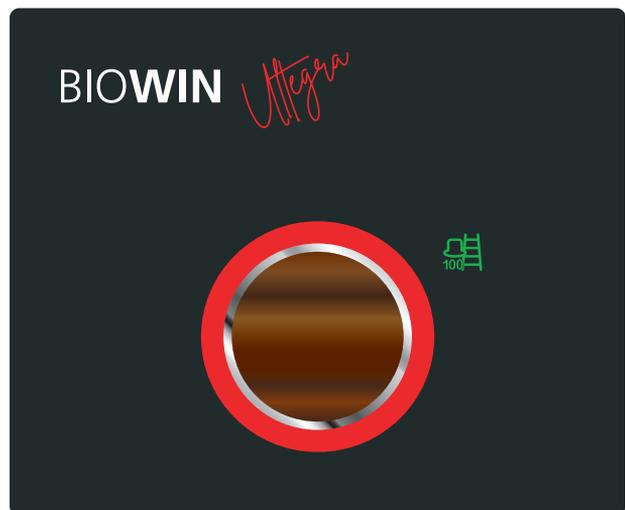

Fig. 19 Mit der Messung erst beginnen, wenn Symbol und Farbring nicht mehr blinken
**Hinweis:** Mit der Messung erst beginnen, wenn das Symbol Kaminkehrer 100 %  und der Farbring nicht mehr blinken und dauernd leuchten – Fig. 19.